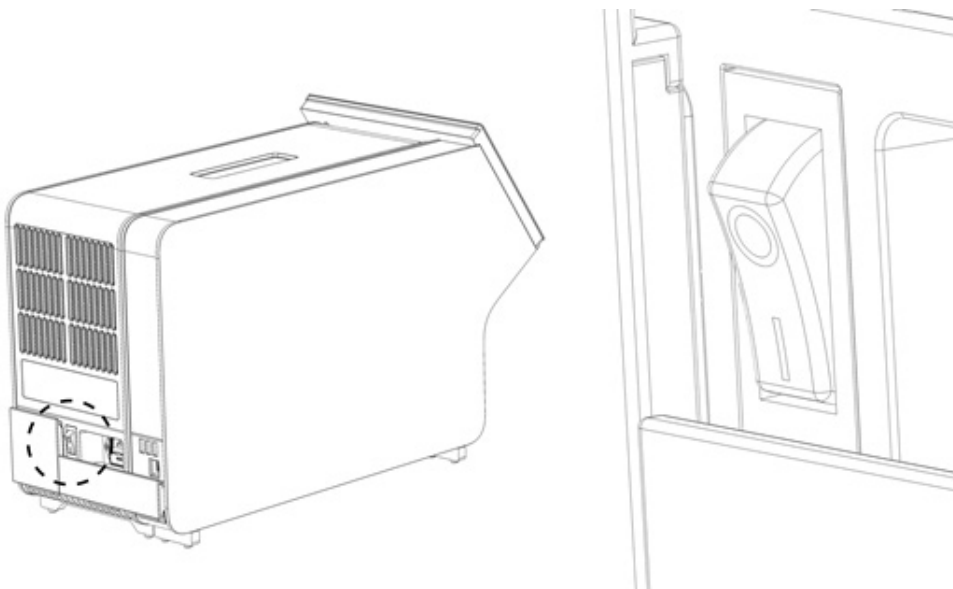

Рис. 11. Розташування вимикача живлення та переведення його в положення «I».
9. Увімкніть прилад, перевівши вимикач на задній панелі аналітичного модуля в положення «I» (рис. 11).